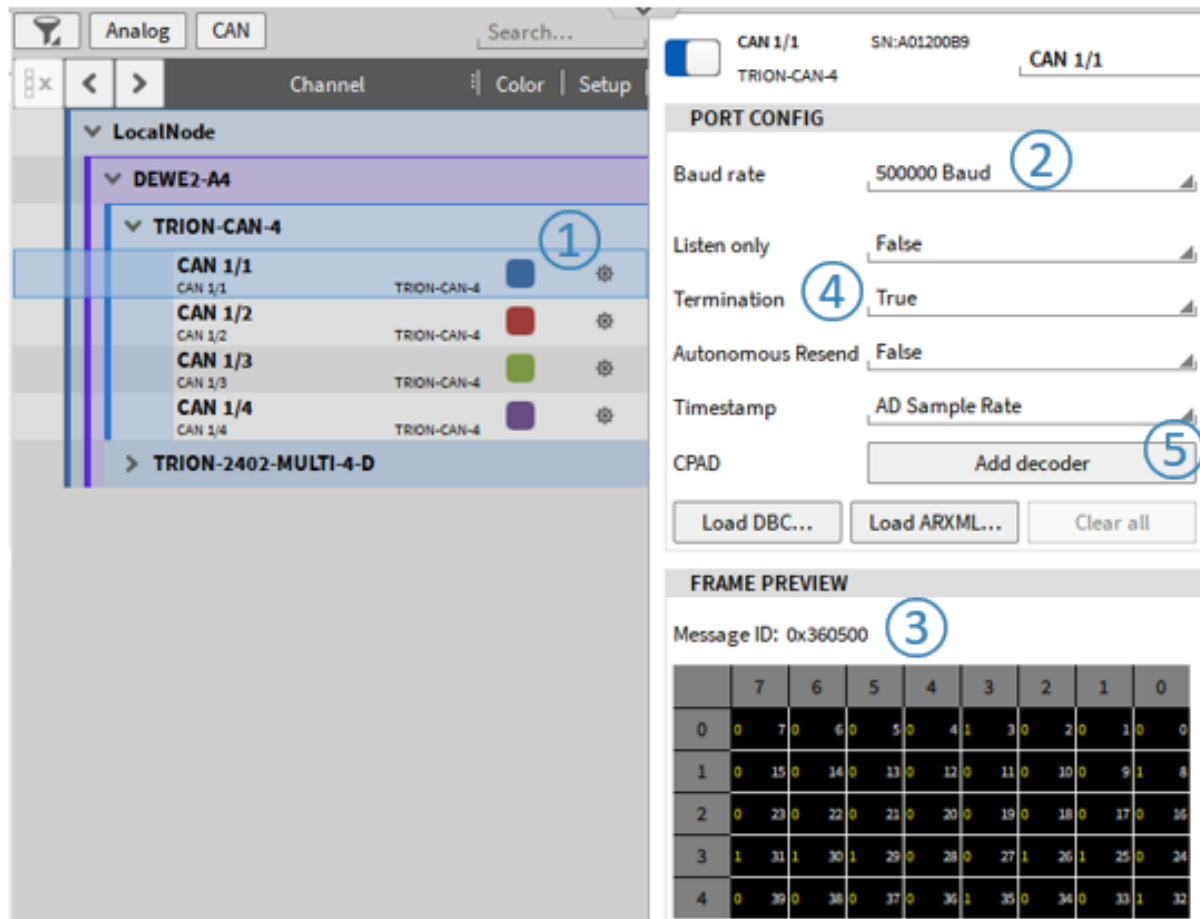
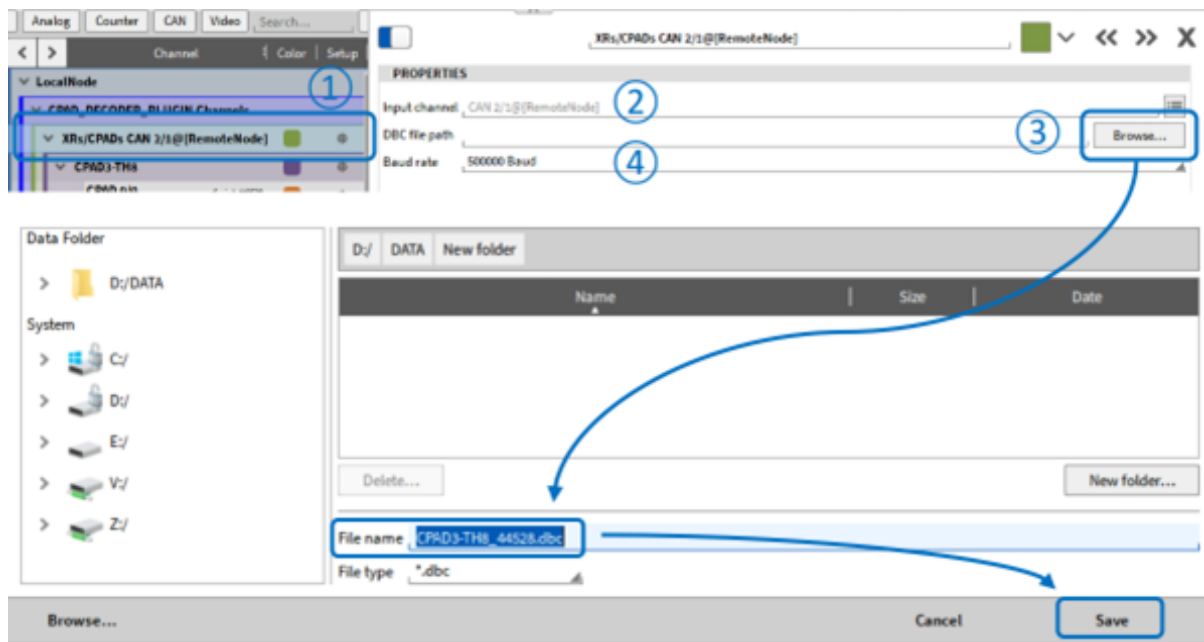

Abb. 4.32: Hinzufügen eines CPAD-Decoders
Abb. 4.34: Einstellungen des CPAD-Decoders
- Schließen Sie das CPAD an den gewünschten CAN-Port an und öffnen Sie seine Kanaleinstellungen in der Kanalliste (siehe ① in Abb. 4.32).
- Wählen Sie die Baud-Rate des CPAD (siehe ② in Abb. 4.32)
- Wenn Sie nicht wissen, welche Baud-Rate bei einem CPAD eingestellt ist ändern Sie Port-Baudrate , bis die Frame-Vorschau wechselnde IDs und Frames zeigt (siehe ③ in Abb. 4.32)
- Stellen Sie sicher, dass der CAN-Bus mit einem 120 Ohm-Widerstand terminiert ist oder stellen Sie die interne Terminierung auf *True* (siehe ④ in Abb. 4.32)
- Wenn die Baud-Rate richtig eingestellt ist, drücken Sie *Decoder hinzufügen* (siehe ⑤ in Abb. 4.32)
Nach dem Erstellen des CPAD-Decoders finden sich die erkannten CPADs und deren Kanäle in der Kanal-liste (siehe ① in Abb. 4.34). Auf Wunsch kann der zugewiesene CAN-Port durch Auswahl eines anderen CAN-Ports in ② in Abb. 4.34 geändert werden.
Auch hier kann die Modulbaudrate (siehe ④ in Abb. 4.34) sowie das Festlegen auf gleichmäßige Zeitstempel durch „Synchronous output channels“ ⑥ geändert werden. Achten Sie darauf, auch die CAN-Bus-Baudrate zu ändern (② in Abb. 4.32), um Daten ordnungsgemäß zu empfangen und dekodieren.
Zusätzlich kann hier die Konfiguration des CPAD / XR als *.dbc-Datei gespeichert werden (siehe ③ in Abb. 4.34).